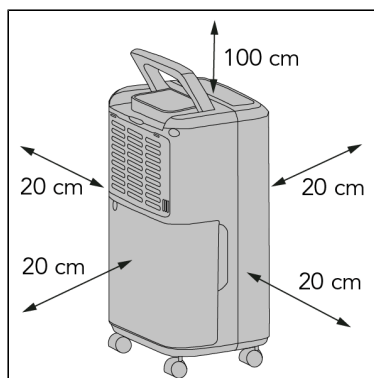

Figure 35.
2. Respectez les distances minimales suivantes pour assurer une bonne circulation de l'air dans l'appareil (Figure 35*) :